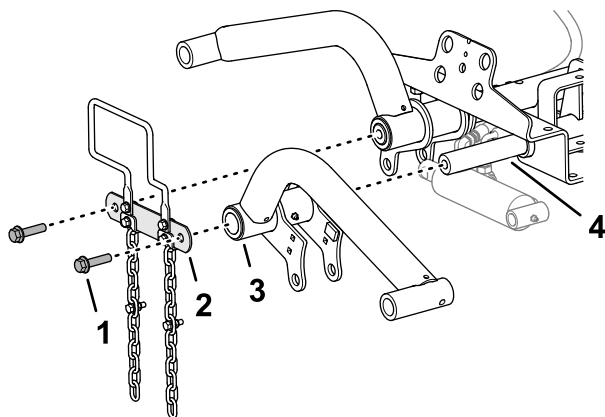

Figura 11
1. Monte los brazos de elevación en los ejes pivotantes de los brazos de elevación, tal y como se muestra en la Figura 11.
2. Monte el tirante del eje pivotante en los ejes pivotantes de los brazos de elevación (Figura 11) con los 2 tornillos de caperuza con arandela prensada ($\frac{1}{2}$ " x 2") que retiró en Preparación para instalar los brazos de elevación (página 17).